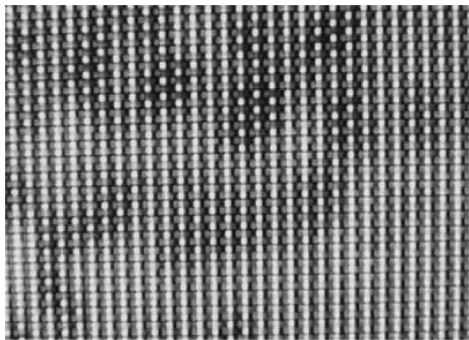

图 2-4 CPA 面板像素点特写
3) CPA (Continuous Pinwheel Alignment) 面板(图 2-4 所示为 CPA 面板像素点特写)是由夏普公司主推,该产品与 MVA 和 PVA 面板基本相当。CPA 面板色彩还原真实、可视角度优秀、图像细腻,但价格比较贵,用手轻轻按压屏幕表面会出现类似的水波纹。